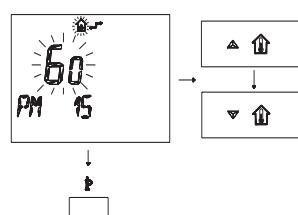

Fig. 5.31 Remoto
- 4 Modifique el **SET** programado con los botones y hasta visualizar un **set de 60**, espere que el número programado comience a parpadear (Fig. 5.31)